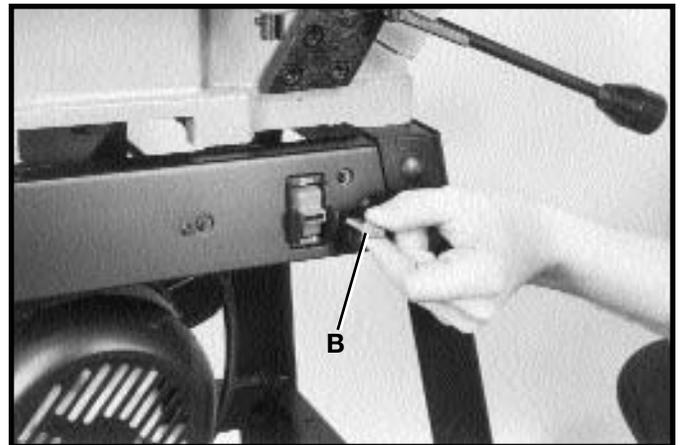

Fig. 34
**IMPORTANTE:** Cuando la herramienta no es adentro uso, el interruptor se debe bloquear en el OFF posición para prevenir uso desautorizado. Esto puede hacerse tomando la pieza acodada (B) y removiéndolo por completo del interruptor, tal como se ilustra en la Fig. 34. Con la palanca del interruptor (B) fuera de sitio, el interruptor no funcionará. Sin embargo, si llegase a quitarse la palanca mientras que la máquina aún se encuentra en funcionamiento, se le puede APAGAR una sola vez, pero no puede ser reactivada sin la inserción de la palanca del interruptor (B).